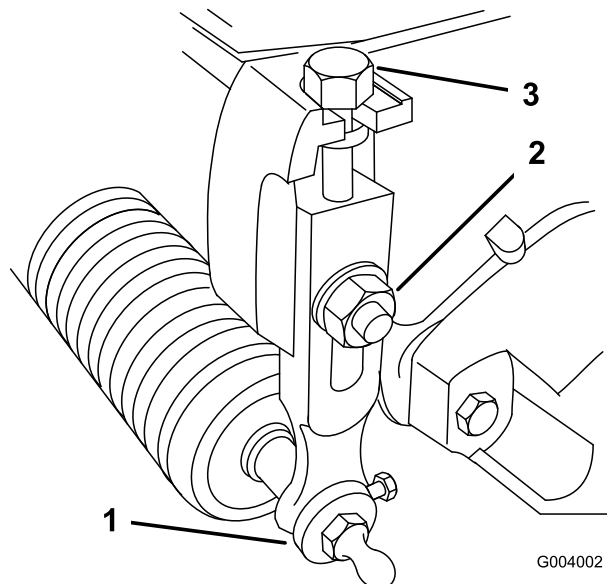

Figura 52
1. Desaperte as porcas de bloqueio que fixam os braços da altura de corte às placas laterais da unidade de corte (Figura 52).